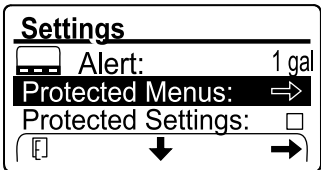

图 108
1. 输入PROTECTED MENUS受保护菜单选项的 PIN 码图 108 请参阅 访问受保护菜单 (页码 22)。